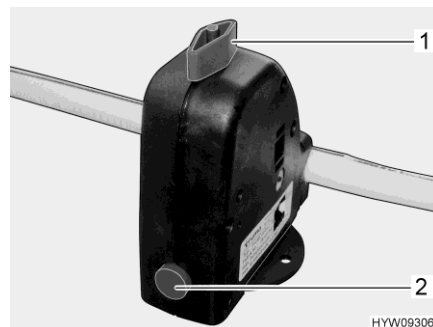

Bild 102 Säkerhets-/avtappningsventil (Truma)
- Säkerhets-/avtappningsventilen (Truma) stängs. Ställ vredet (Bild 102,1) diagonalt mot säkerhets-/avtappningsventilen och tryck in tryckknappen (Bild 102,3).